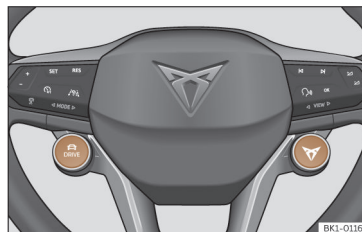

Fig. 117 Volante multifunções: Botões DRIVE e CUPRA para selecionar e mudar o perfil de condução.
- **OU:** Pressione o botão ¹⁾ do volante multifunções >>> **Fig. 117** para ativar o perfil de condução CUPRA.
- **OU:** Pressione repetidamente o botão ¹⁾ do volante multifunções >>> **Fig. 117** para alternar entre os perfis de condução.